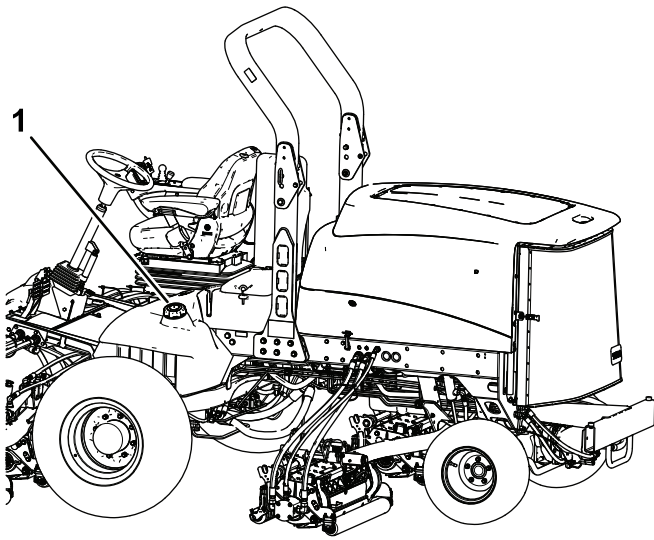

Bild 36
3. Nehmen Sie den Deckel vom Kraftstofftank ab (Bild 36).